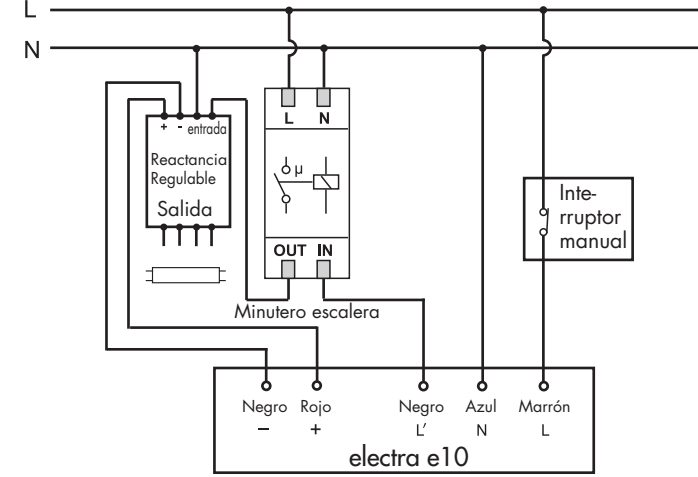

FIG.6
3.3.2 El detector controla un minuter de escalera (ajustar tiempo a  $\sqrt{fsL}$ ) (ver FIG.6)